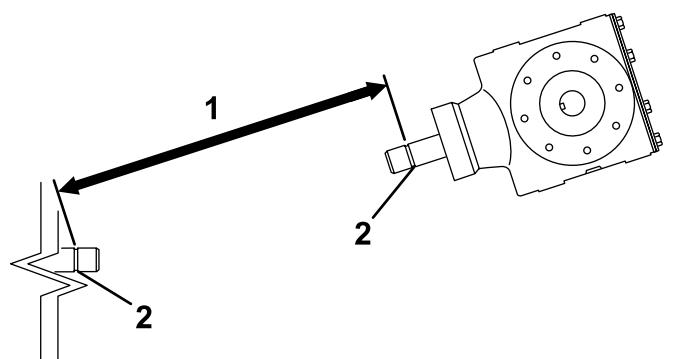
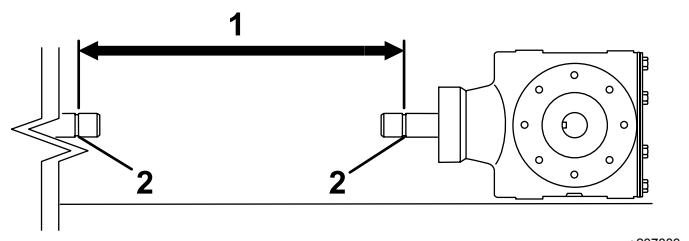
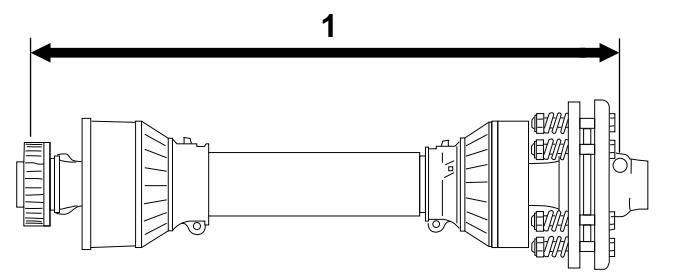

Figura 12
Figura 14
Figura 15
3. Meça a distância entre a folga na ranhura de bloqueio no veio da tomada de força do trator e a ranhura de bloqueio no veio da tomada de força da transmissão do arejador (Figura 12). Registe esta distância. Exemplo: 67 cm.
5. Meça a distância entre a folga na ranhura de bloqueio no veio da tomada de força do trator e a ranhura de bloqueio no veio da tomada de força da transmissão do arejador (Figura 14). Registe esta distância. Exemplo: 70 cm.
6. No veio da tomada de força, meça a distância entre o centro da esfera do pino de bloqueio numa extremidade e o centro do pino de bloqueio na outra extremidade (Figura 15). Registe esta distância. Exemplo: 81 cm.
7. Utilizando a menor das duas medidas em Figura 14 e Figura 12, subtraia essa distância à distância em Figura 15. Exemplo: 81 cm menos 67 cm é igual a 14 cm.